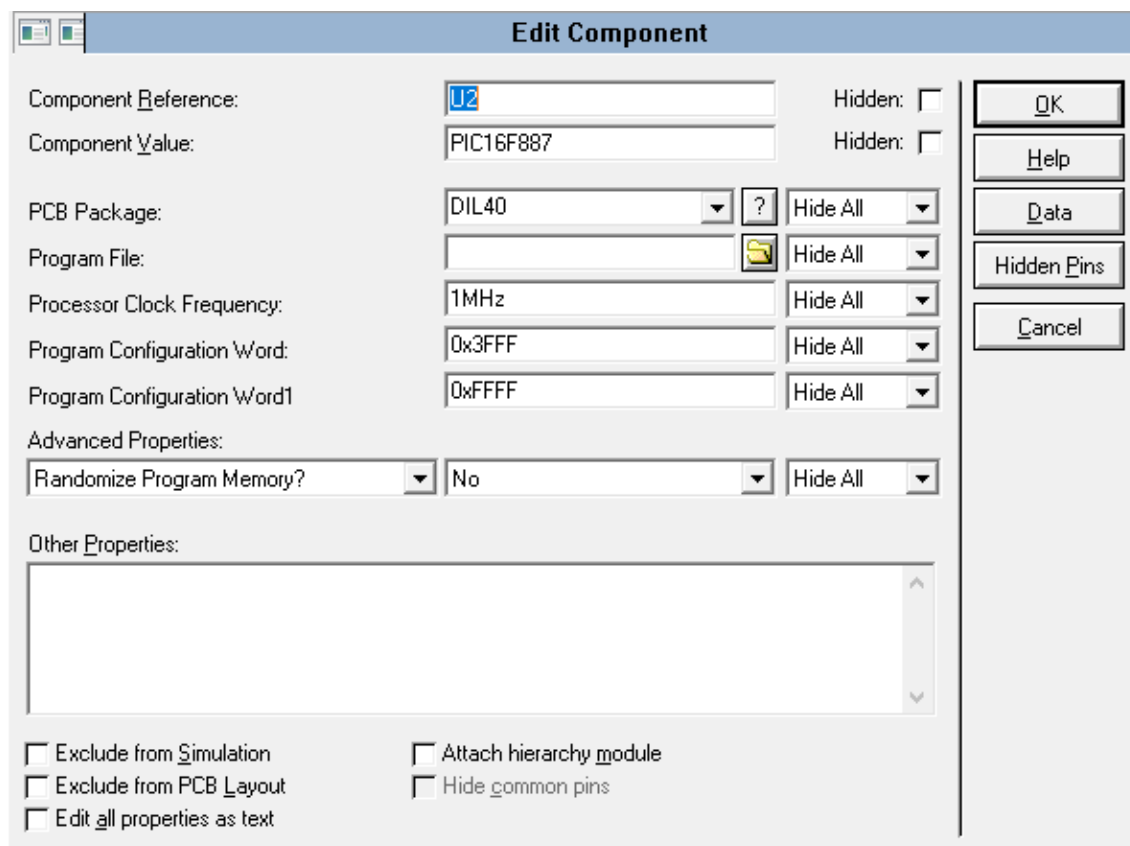

Рис. 1 Параметры компонента PIC16F887
3. Нарисовать электрические соединения, настроить свойства компонентов. Для этого нажать "ПКМ (по компоненту)"->"Edit Properties". Объяснить расчетные значения номиналов всех компонентов. К примеру, на рис. 1 - окно свойств микроконтроллера PIC16F887. Для корректной его работы необходимо задать тактовую частоту ("Processor Clock Frequency"), слово конфигурации ("Program Configuration Word"), файл программы ("Program File") - необходимо выбрать файл прошивки (обычно с расширением *.hex), сгенерированный компилятором.